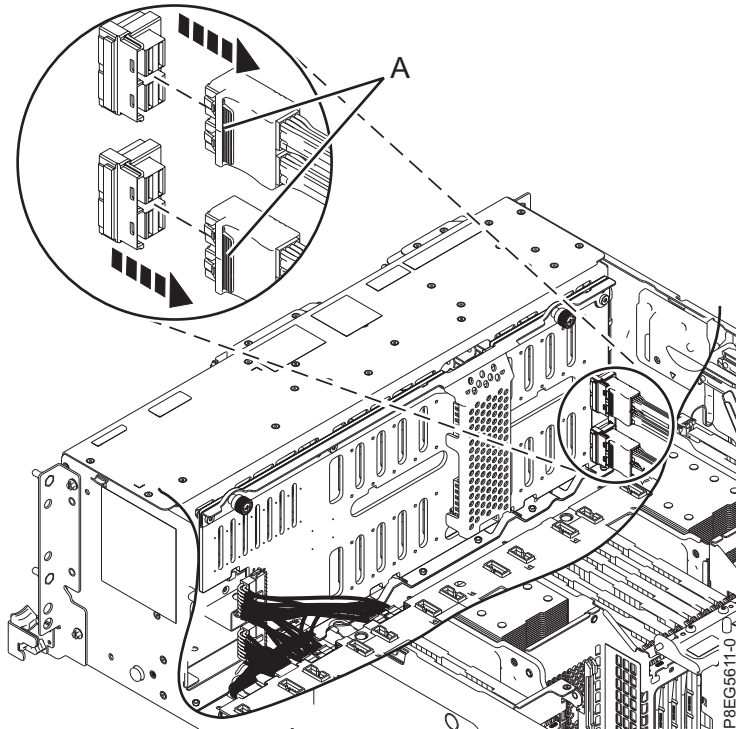

Figura 14. Desconexión de los cables SAS frontales
4. Etiquete los cables SAS frontales, prestando atención a los conectores a los que se conecta cada cable en la placa posterior de la unidad de disco y el adaptador interno SAS RAID. Desconecte los cables SAS frontales de la placa posterior de la unidad de disco presionando el pestillo (A) y desenchufando el cable, como se muestra en la Figura 14 en la página 17.